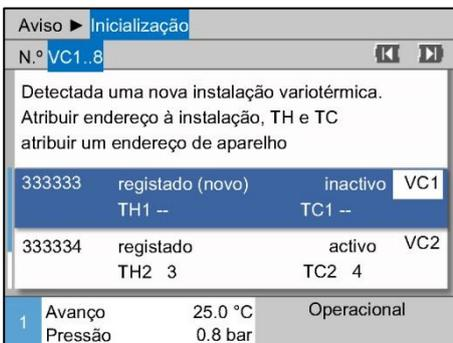

Fig. 20: Atribuir ID Módulo
2. Premir botão e ajustar Endereço Módulo VC (→ Fig. 20 ex. VC1)